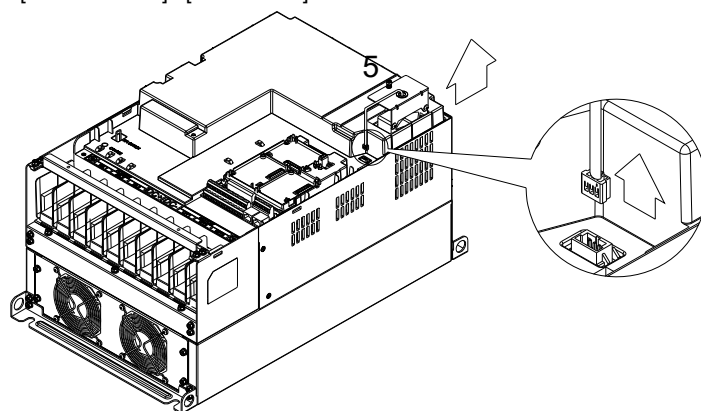

图 3
3. 松开螺丝 5 (如图 3), 并拆除风扇电源接头 (如图 3 局部放大图所示), 才可以取出风扇。